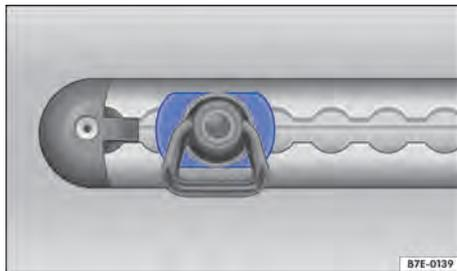

Fig. 121 No compartimento de carga: trilho de amarração com olhal de amarração (representação esquemática).
4. Atentar para que o olhal de amarração esteja travado com firmeza. As laterais do olhal de amarração devem estar numa posição horizontal → Fig. 121.